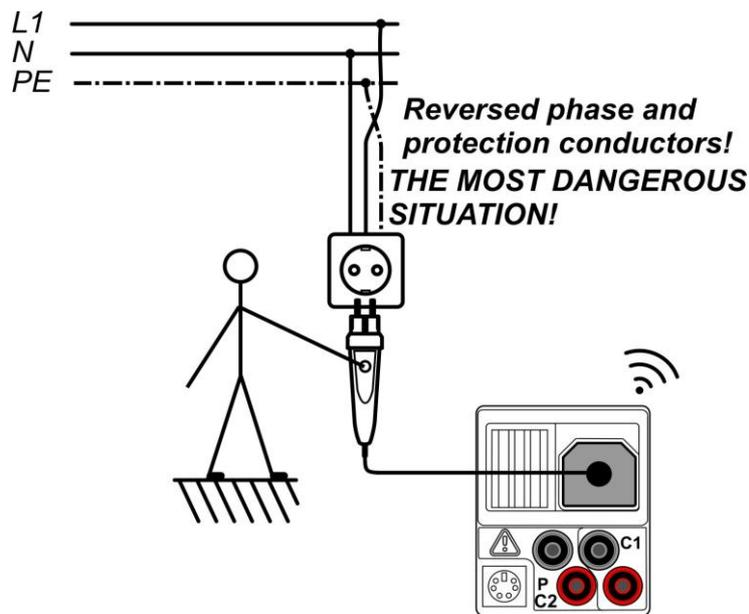

Abbildung 5.36: Vertauschte L- und Schutzleiter (Stecker-Commander)
- **Schließen** Sie die Prüflleitungen am Prüfling an, (siehe *Abbildung 5.36 und 5.37*).